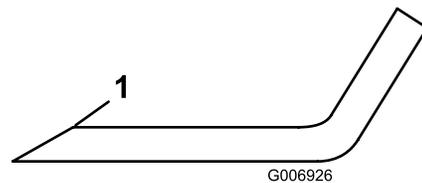

Bild 90
- Untersuchen Sie die Schnittkanten aller Messer. Schärfen Sie alle stumpfen und ausgekerbten Schnittkanten. Schärfen Sie nur die Oberseite der Schnittkanten und behalten dabei den ursprünglichen Schnittwinkel bei, um die Schärfe des Messers zu gewährleisten (Bild 90).